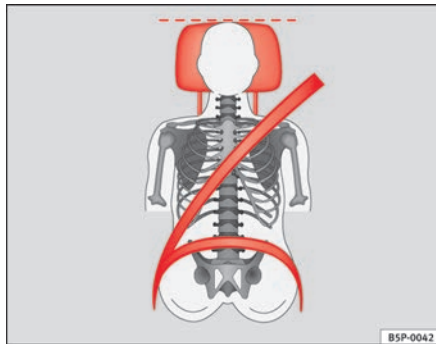
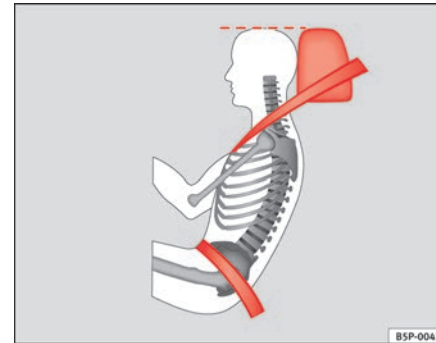

Abb. 92 Von vorne betrachtet: richtig eingestellte Kopfstütze und korrekter Gurtbandverlauf
Abb. 93 Von der Seite betrachtet: richtig eingestellte Kopfstütze und korrekter Gurtbandverlauf
- Stellen Sie die Kopfstützen so ein, dass sich die Oberkante der Kopfstütze möglichst auf einer Linie mit dem oberen Teil Ihres Kopfes, bzw. mindestens auf Augenhöhe befindet ⇒ **Abb. 92** und ⇒ **Abb. 93**.